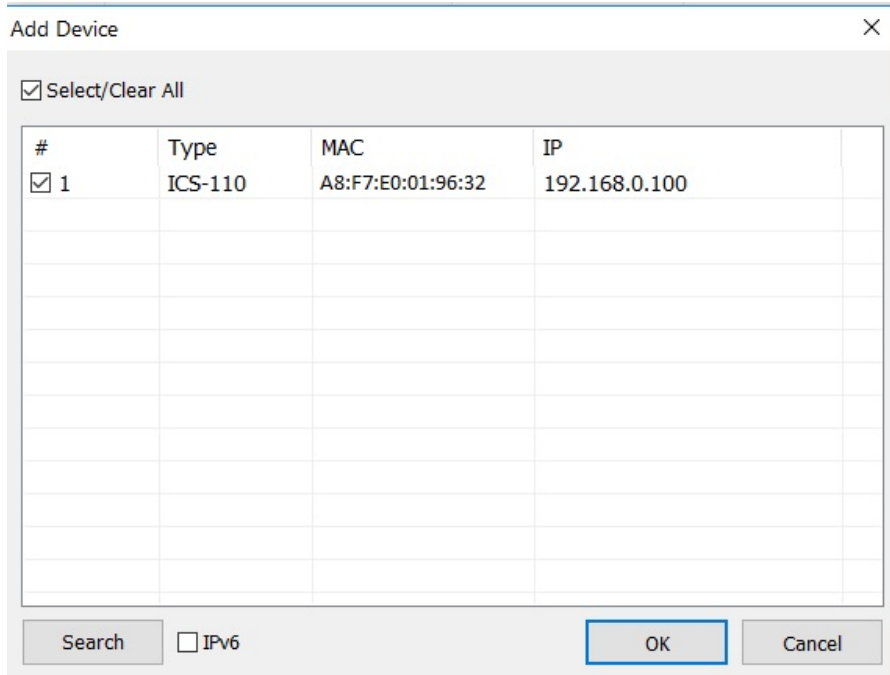

Figura 5-2-1:Dispositivos de búsqueda
1. Primero haga clic en "Agregar dispositivo" y luego haga clic en "Buscar", si el dispositivo tiene acceso a la red, como se muestra en Figura 5-2-1.